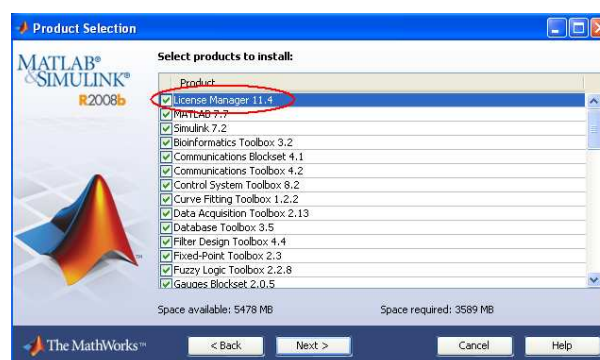

Abbildung 2.2: Product Selection
- Im Dialogfenster **Product Selection** (Abbildung 2.2) können Sie den **License Manager** mitinstallieren, falls Sie später das Borrowing verwenden möchten. Damit können Sie bis zu 30 Tage MATLAB ohne eine Verbindung zum Lizenz-Server am Rechenzentrum der RWTH Aachen einsetzen (näheres dazu im nächsten Abschnitt).
Wenn Sie Matlab noch nicht installiert haben oder auf die neueste MATLAB Version updaten, können Sie **LMTOOLS** (License Manager) direkt bei der MATLAB Installation auswählen und mitinstallieren (siehe Abbildung 2.2). Dieses Tool wird in der Standardinstallation nicht installiert.